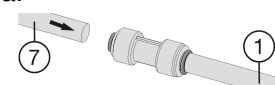

Fig. 36
- Conectar los tubos flexibles de prolongación suministrados Fig. 36 (1) con los tubos flexibles del aparato Fig. 36 (7): introduzca los tubos flexibles del aparato en los empalmes hasta el tope (aprox. 25/32 " (20 mm)).